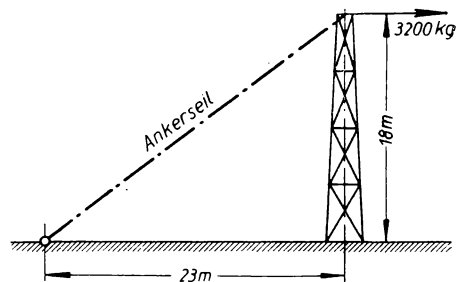

Bild 42
**163.** Der  $18\text{ m}$  hohe Mast am Ende einer Drahtseilbahn, durch eine waagerechte Seilspannkraft  $3200\text{ kg}$  belastet, ist nach Bild 42 durch ein schräges Drahtseil am Boden verankert, so daß er gegen Biegung gesichert wird. Gesucht wird zeichnerisch und rechnerisch **a)** die Spannkraft im Ankerseil; **b)** die senkrechte Belastung des Mastes durch die Seilspannkräfte.